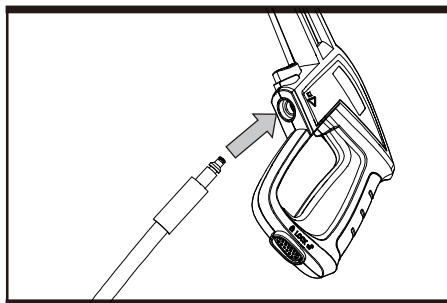

Рис. H1
2. Подсоедините один конец шланга высокого давления к пистолету-распылителю. Шланг можно отсоединить от пистолета, нажав соответствующую кнопку (см. рис. H1).